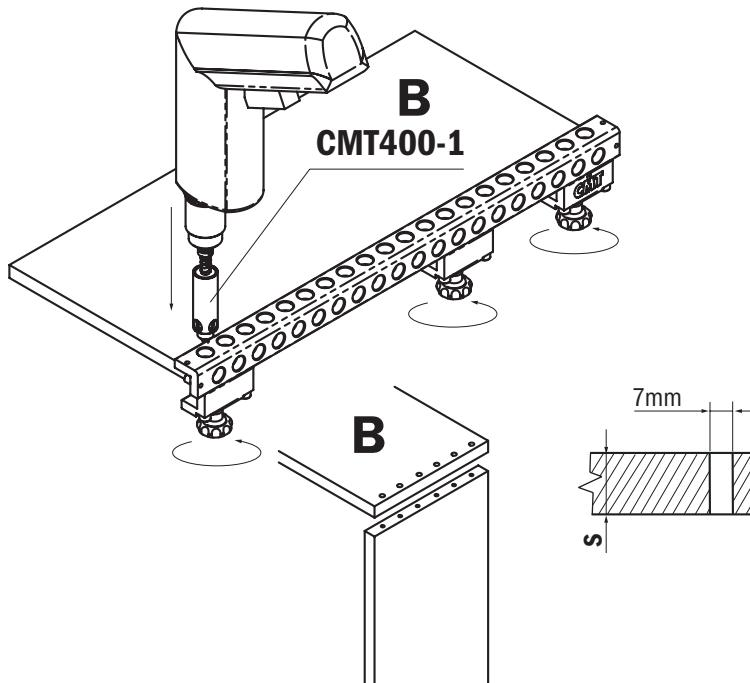

Abb. 11
**Den Adapter CMT400-1 mit dem Bohrer für durchgehende Löcher mit 7mm Durchmesser verwenden!** Den Anschlagring im Loch am Gerättrand befestigen. Die Schablone auf dem Werkstück so anbringen, dass der Randanschlag an der Vorderseite des Werkstückes anliegt und die A-Fläche der Schablone zur gegenüber liegenden Werkstückseite zeigt (**Abb. 11**).
Nun die Schablone mit den Befestigungsvorrichtungen befestigen. Die Bohrtiefe auf dem Adapter einstellen. Den Adapter mit dem entsprechenden Bohrer in die Löcher einlegen und die Dübellöcher bohren (**Abb. 11**). Tiefe Löcher in mehreren Arbeitsgängen bohren, damit die Späne aus dem Loch entfernt werden können. Die richtige Drehrichtung einhalten: Die Bohrer sind rechtsdrehend.